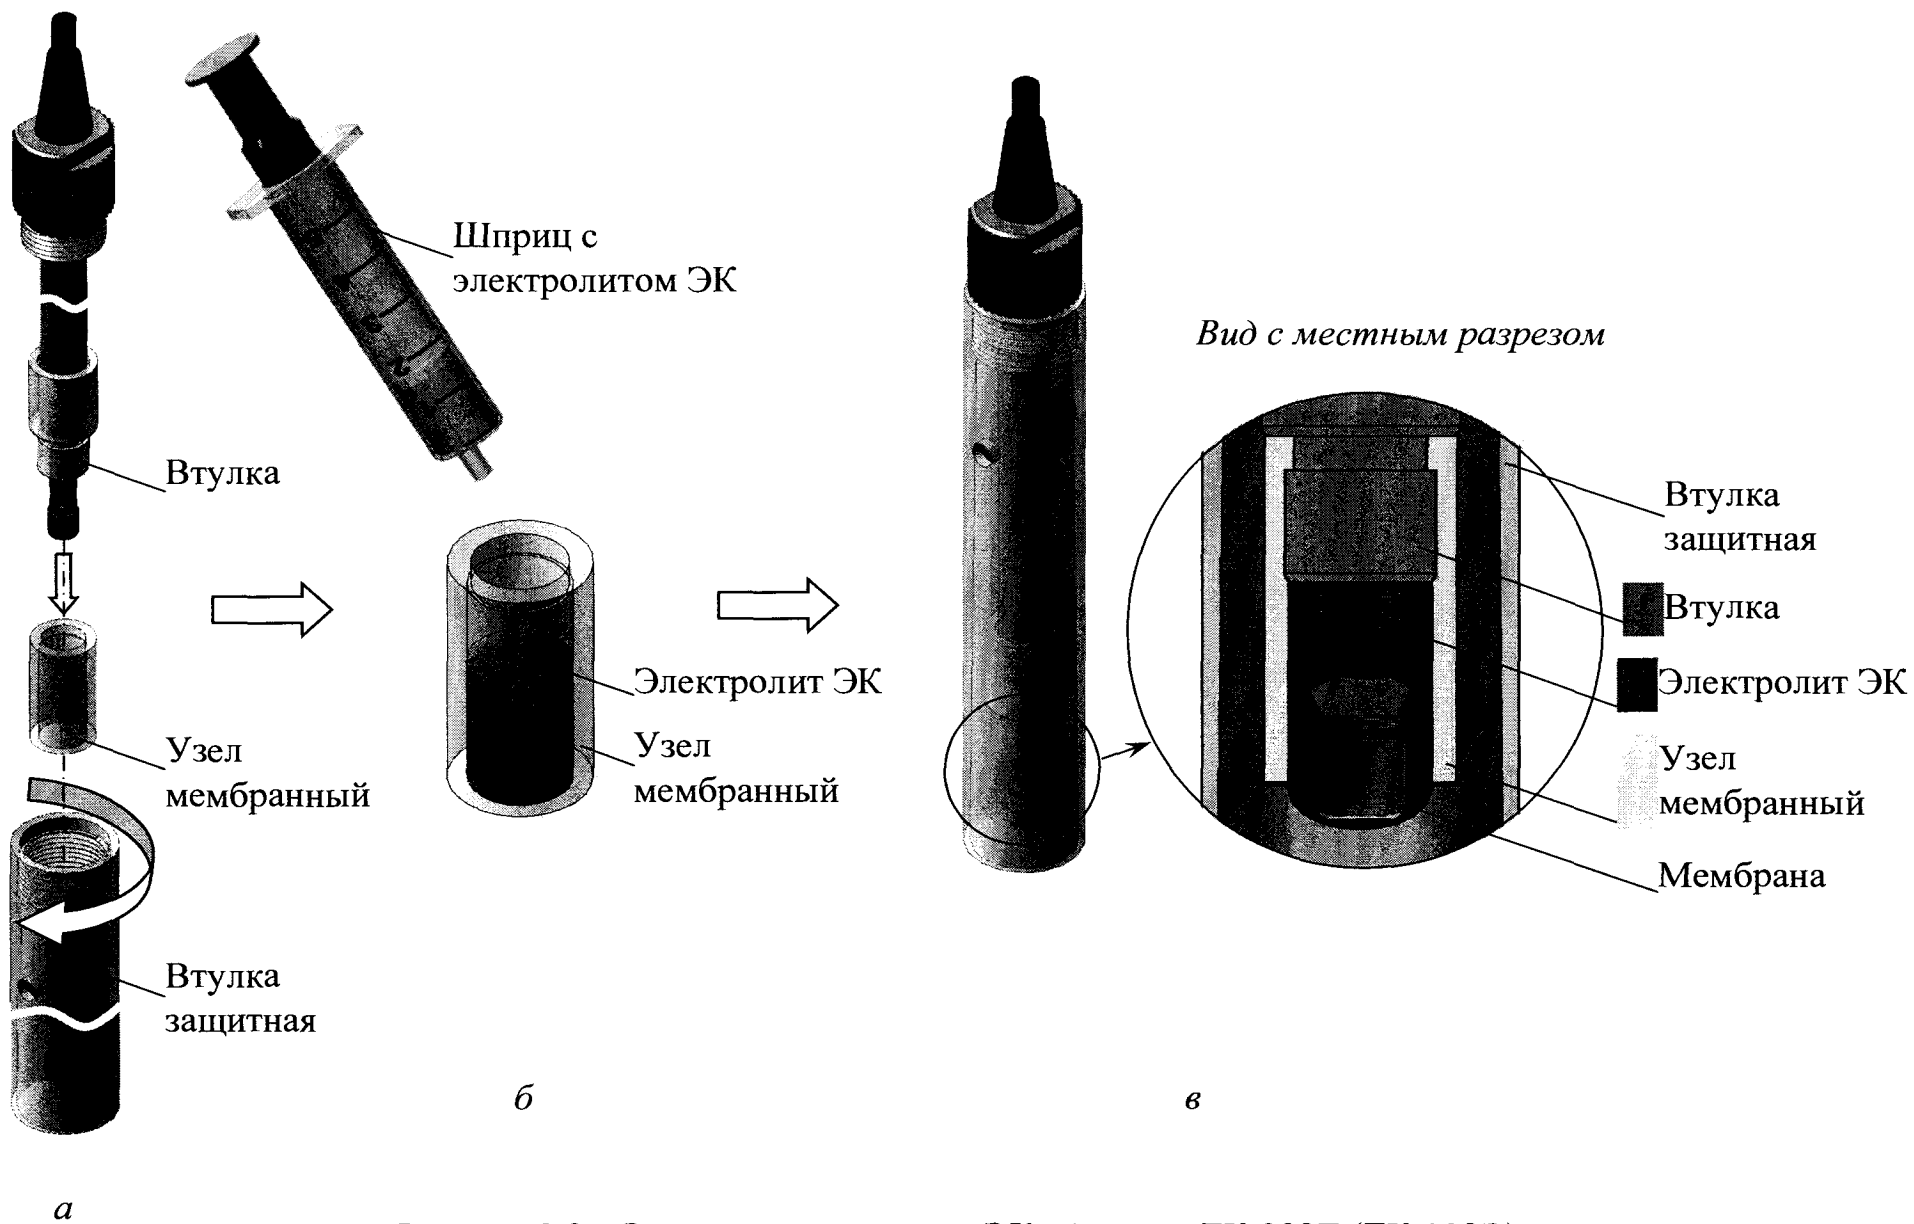

Рисунок 2.3 – Заливка электролита ЭК в датчик ДК-302Г (ДК-302Э)
- отвернуть и снять с датчика защитную втулку (рисунок 2.3а);
- залить осторожно с помощью шприца в мембранный узел на 2/3 от объема ( $0,7 \text{ см}^3$ ) электролит ЭК (рисунок 2.3б);
- установить до упора на втулку датчика узел мембранный, удерживая его в вертикальном положении (рисунок 2.3в);